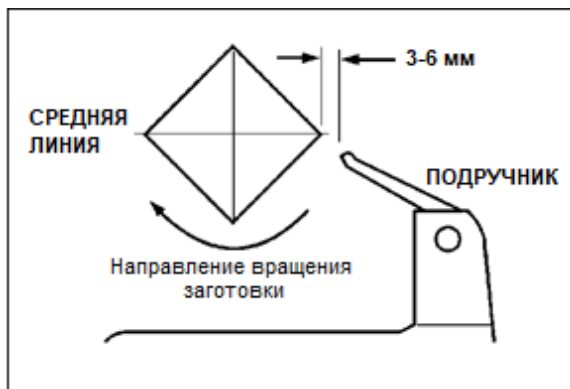

Рис. 10-5
- Установите подручник в рабочее положение. Расположите его параллельно заготовке чуть ниже линии центров и на расстоянии примерно 3-6 мм от углов заготовки, чтобы она могла поворачиваться, как показано на Рис. 10-5. Зафиксируйте основание подручника на станине.